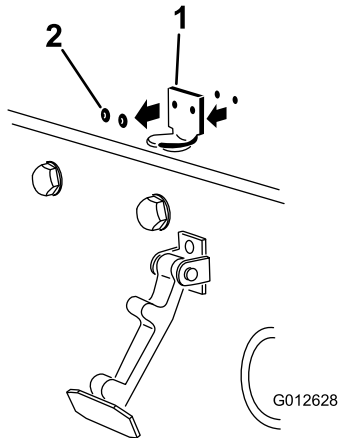

図 12
2. フードラッチのブラケットをフードに固定しているリベット2本を外し 図 12 フードからフードラッチのブラケットを取り外す。